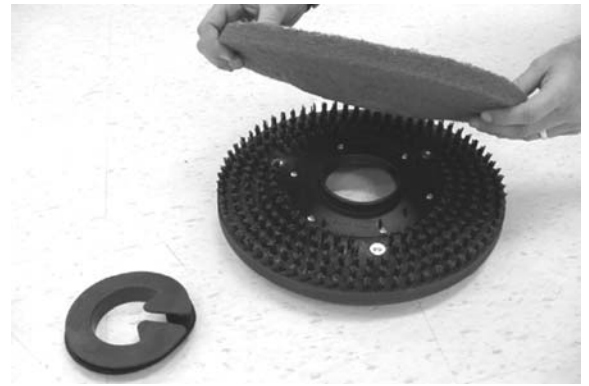

FIG. 9
5. **(Mise en place du patin)** Fixez les patins aux systèmes d'entraînement des patins avant d'attacher les systèmes d'entraînement des patins au moyeu du moteur. Pour attacher le patin au système d'entraînement, enlevez le dispositif de blocage central en plastique du système d'entraînement du patin. Positionnez le patin sur le système d'entraînement du patin et remettez le dispositif de blocage en place (Figure 9).